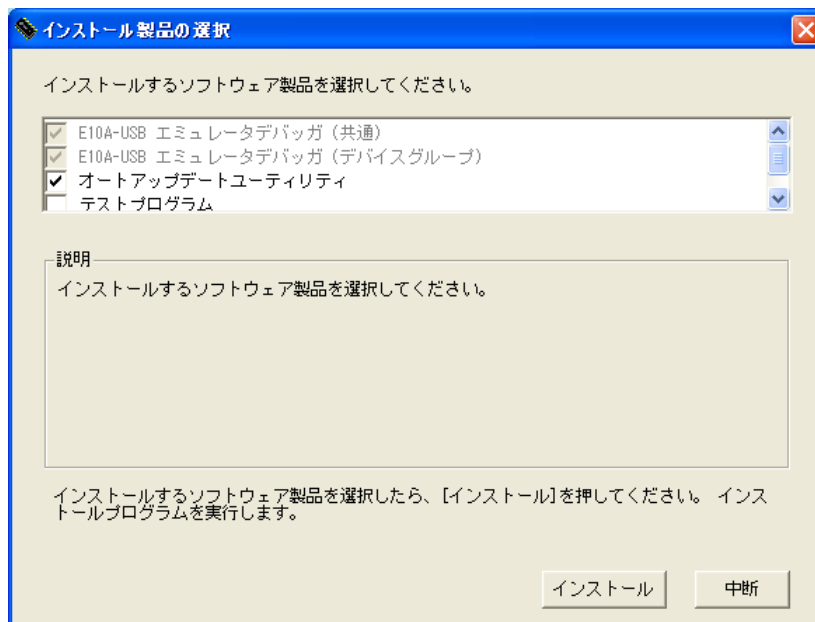

図3.2.2 E10A-USB ソフトウェアインストール手順②
②図 3.2.2の画面が表示されますので、「インストールするソフトウェア製品」を選択して、「インストール」ボタンをクリックします。